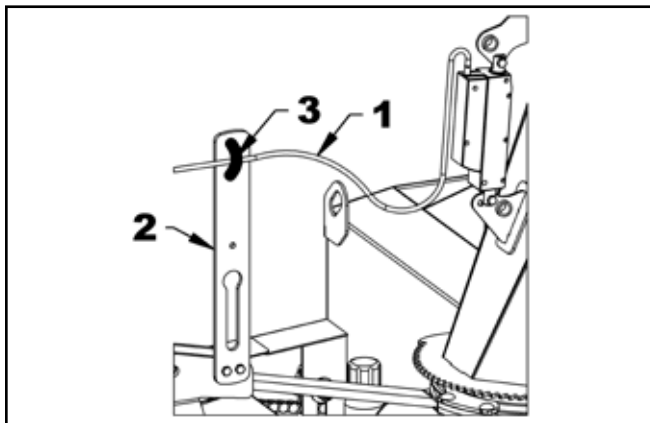

Figure 40. Sécuriser le faisceau de câbles
4. Figure 40 : Faites passer le faisceau électrique de l'actionneur (1) sur la souffleuse à neige avec un grand rayon de courbure, en évitant les bords tranchants et les points d'entretien de la souffleuse à neige. Fixez-le sur le support de tuyau (2) à l'aide d'une attache en nylon (3), en laissant un espace sur la longueur du harnais. Tournez la goulotte au maximum à droite et à gauche, vérifiez que le harnais est suffisamment long et qu'il n'interfère avec aucun composant de la souffleuse.